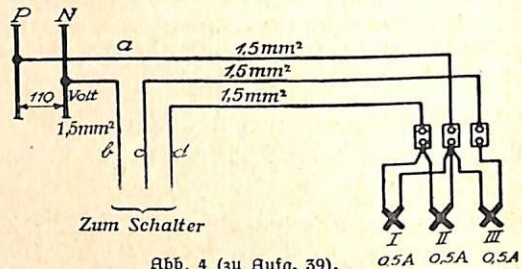

Abb. 4 (zu Aufg. 39).
39. a) Berechne den Spannungsverlust in der Kupferleitung a in Abb. 4, wenn diese Leitung 15 m lang ist; b) in der Kupferleitung b , wenn diese Leitung 5 m lang ist; c) in der Kupferleitung c , wenn diese Leitung 12,5 m lang ist; d) in der Kupferleitung d , wenn diese Leitung 12,5 m lang ist. e) Mit wieviel Volt brennen die Lampen I, II und III, wenn alle drei Lampen eingeschaltet sind? f) Mit wieviel Volt brennen die Lampen I und II, wenn diese Lampen allein eingeschaltet sind?